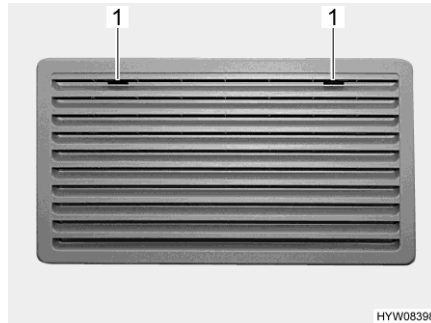
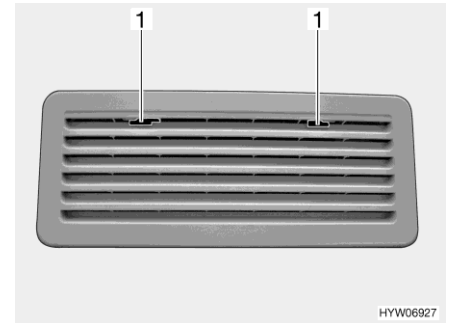

Fig. 161 Griglia di aerazione del frigorifero (Thetford grande)
Fig. 162 Griglia di aerazione del frigorifero (Thetford piccolo)
- Spingere verso il centro l'arresto (Fig. 161,1 o Fig. 162,1).